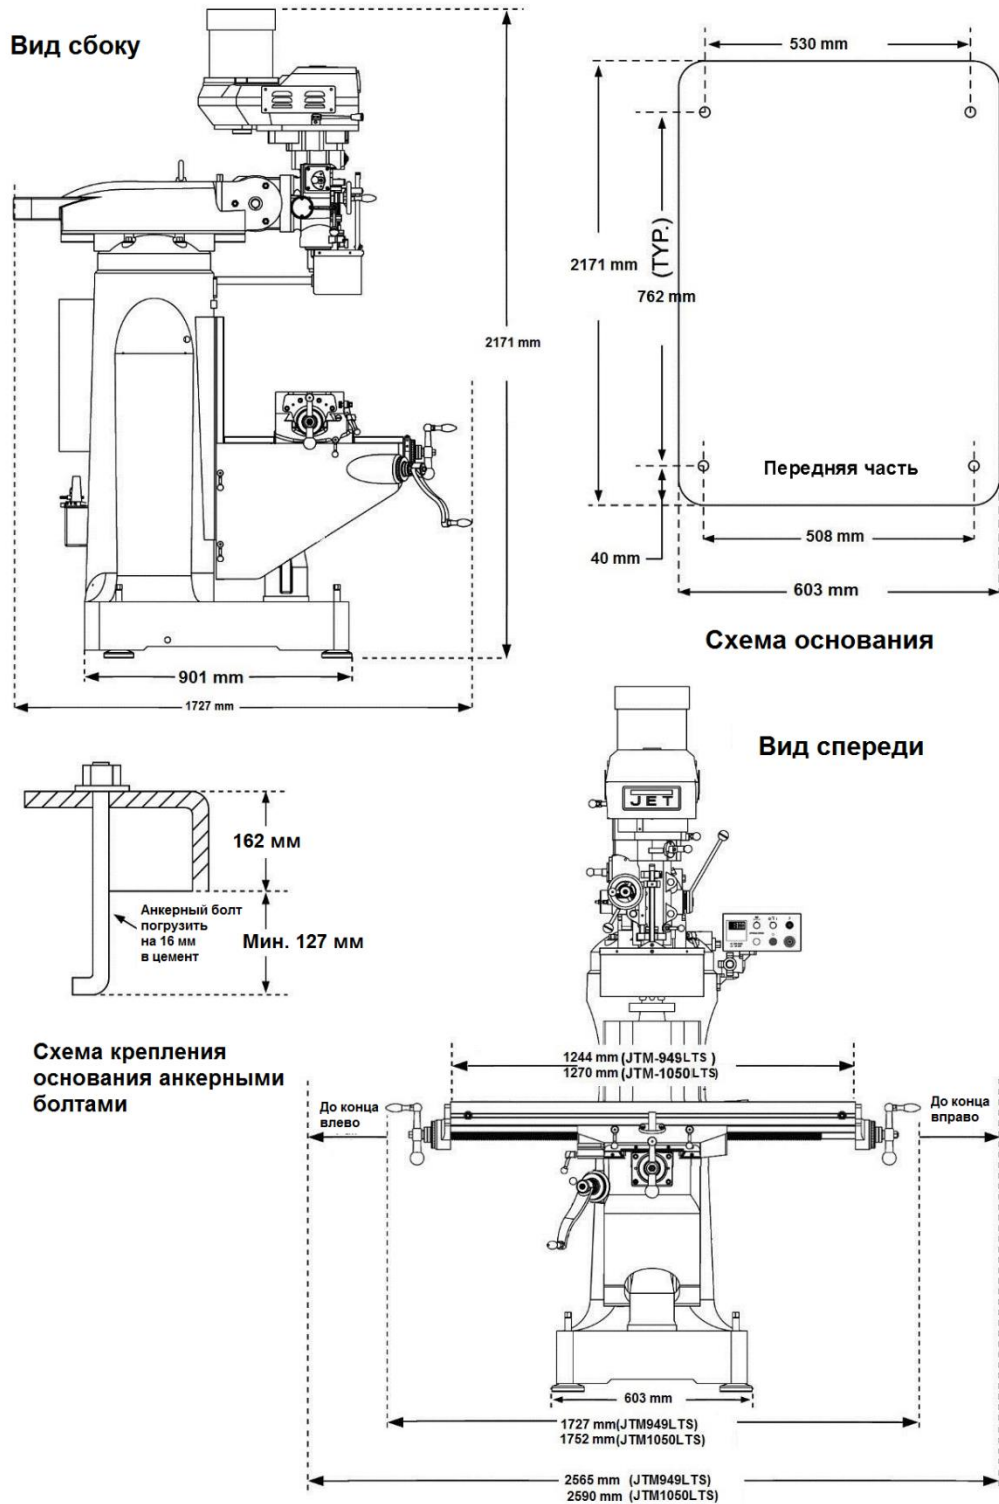

Рисунок 1: Схема установки
8. Поставьте основание станка на место предполагаемой установки, где станок будет зафиксирован. Анкерные болты подходящего размера и длины должны быть закреплены на полу. Схему расположения отверстий можно посмотреть на рис. 1.